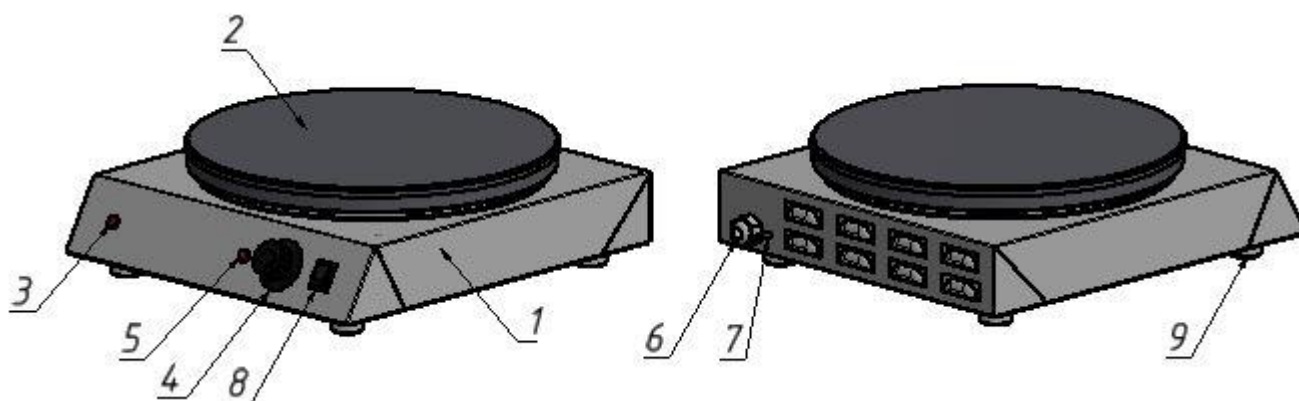

Рис. 1
6.1.Блинница электрическая представлена на рис.1. Основные части изделия перечислены в таблице 3.
- 7.4. Оборудование должно устанавливаться в хорошо проветриваемом помещении. Выравнивание поверхности блинницы производится регулировкой высоты ножек (поз.9, рис.1).
- 7.5. Оборудование следует установить с соблюдением ГОСТ 12.2.124-90 «Оборудование продовольственное. Общие требования безопасности». Присоединить заземление корпуса плиты к заземляющему контуру помещения согласно ГОСТ 27570.0-87 с помощью шпильки заземления (поз. 7, рис.1).
- 8.2. Включить кнопку включения питания (поз. 8, рис. 1). Для осуществления нагрева блинницы повернуть ручку терморегулятора (поз. 4, рис.1) и выставить требуемую температуру. О нагреве ТЭНа свидетельствует сигнальный индикатор (поз. 5, рис. 1). После достижения выставленной температуры сигнальный индикатор гаснет.